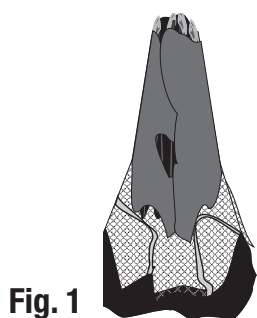

Fig. 1
- Placer la tente en position érigée, avec l'assemblage central au bas. (Fig. 1)